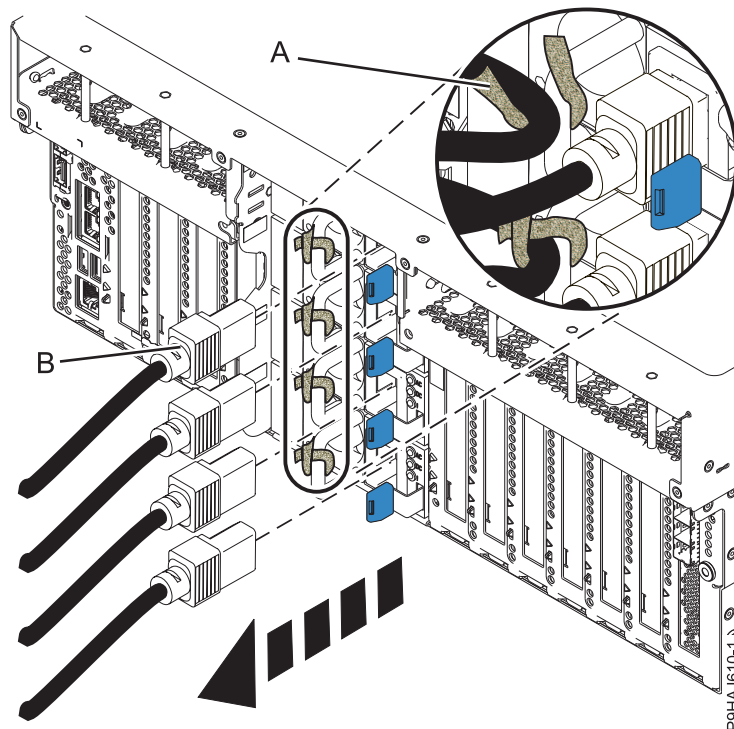

Abbildung 40. Netzkabel von einem Einschubserver abziehen
3. Kennzeichnen Sie die Netzkabel und ziehen Sie sie von der Systemeinheit ab. Siehe Abb. 40 oder Abb. 41 auf Seite 56.